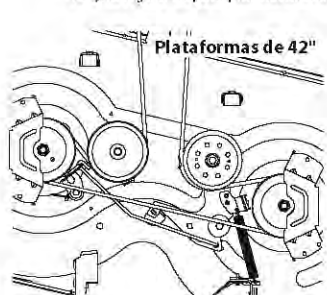
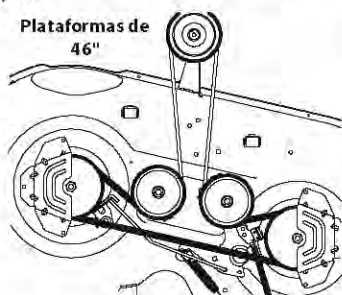
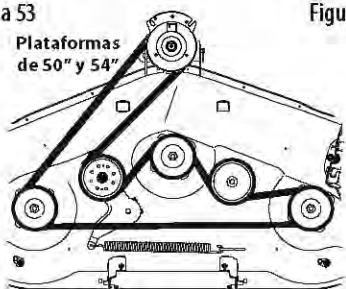

Figura 53
Figura 54
Figura 55
4. Coloque la correa nueva como se muestra en la figura correspondiente en las páginas siguientes. Consulte la Figura 53 para plataformas de 42", la Figura 54 para plataformas de 46" y la Figura 55 para plataformas de 50" y 54".